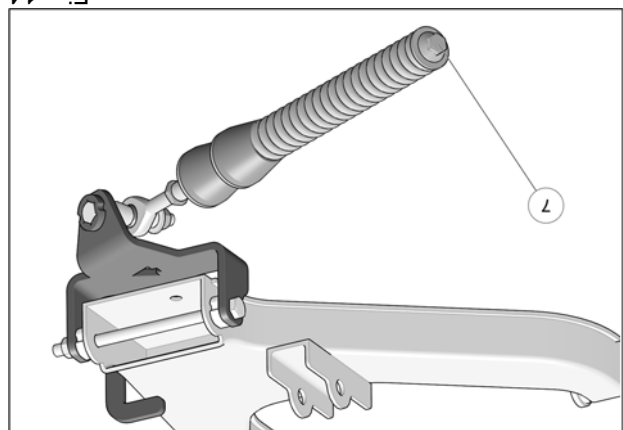

Fig. 14
11. Vérifier que le boulon du ressort (7) est serré au couple recommandé : 75 N•m [55 lb•pi]. Fig. 14